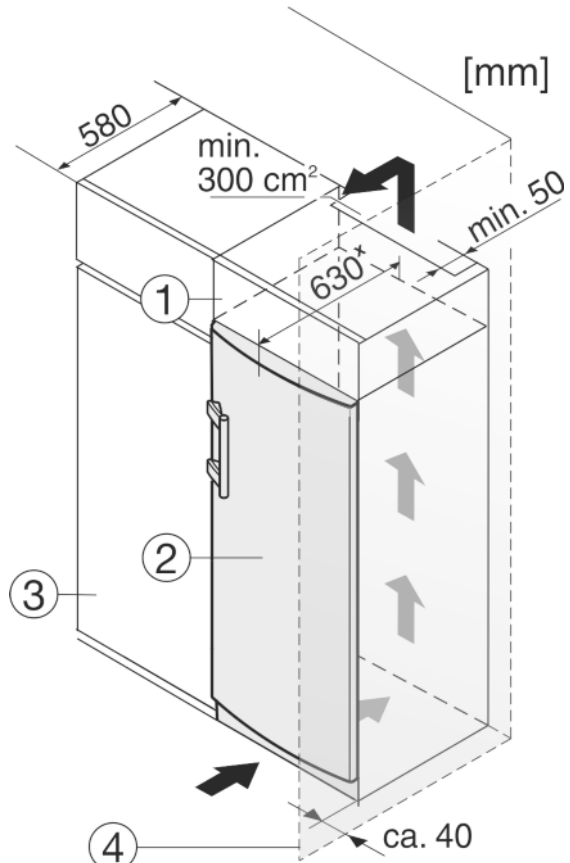

Fig. 10
- (1) Aufsatzschrank (3) Küchenschrank
(2) Gerät (4) Wand
Das Gerät kann mit Küchenschränken umbaut werden. Um das Gerät Fig. 10 (2) der Küchenzeilenhöhe anzugleichen, kann über dem Gerät ein Aufsatzschrank Fig. 10 (1) angebracht werden.
Beim Umbau mit Küchenschränken (Tiefe max. 580 mm) kann das Gerät direkt neben dem Küchenschrank Fig. 10 (3) aufgestellt werden. Das Gerät steht seitlich 34 mm* und in der Gerätmitte 50 mm* gegenüber der Küchenschrankfront vor.
Wenn das Gerät mit den Scharnieren neben einer Wand Fig. 10 (4) aufgestellt wird, muss der Abstand zwischen Gerät und Wand mindestens 40 mm betragen. Dies entspricht dem Griffüberstand bei geöffneter Tür.